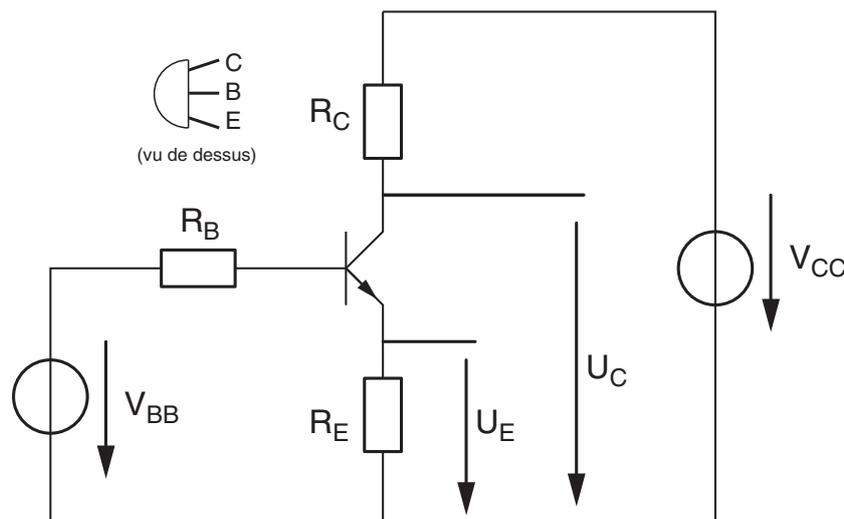

FIG. 5.1: Circuit de base
Pour les composants de la figure 5.1, on prendra  $V_{CC} = 12\text{ V}$ ,  $R_E = 0.82\text{ k}\Omega$ ,  $R_B = 8.2\text{ k}\Omega$ ,  $R_C = 6.2\text{ k}\Omega$ .
1. Avec Spice, après avoir choisi un transistor *PN100A* ou *BCW60B*, simulez le circuit de la figure 5.1 en variant  $V_{BB}$  de 0 à 5 V avec un pas de 0.05 V.
1. Câblez le circuit de la figure 5.1 avec  $V_{CC} = 12\text{ V}$  (alimentation DC programmable) et  $V_{BB} = 1.5\text{ V}$  (générateur de signaux Siemens en position DC offset).
Le circuit de base de la figure 5.1 peut être utilisé en tant qu'amplificateur ou source de courant. Dans cette manipulation, on s'intéresse aux caractéristiques de la source de courant avec  $V_{BB} = 1.5V$  et  $R_C$  variable. Cette dernière représente la charge  $R_L$  que voit la source de courant.